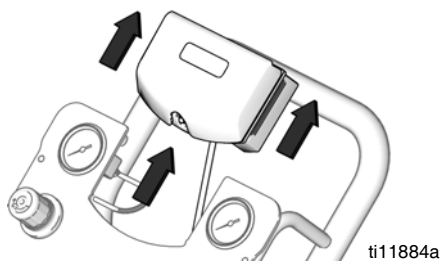

FIG. 11. Rimozione del DataTrak
3. Rimuovere il modulo DataTrak dalla staffa. Consultare FIG. 11. Trasferire il modulo e il cavo collegato in un'area non pericolosa.